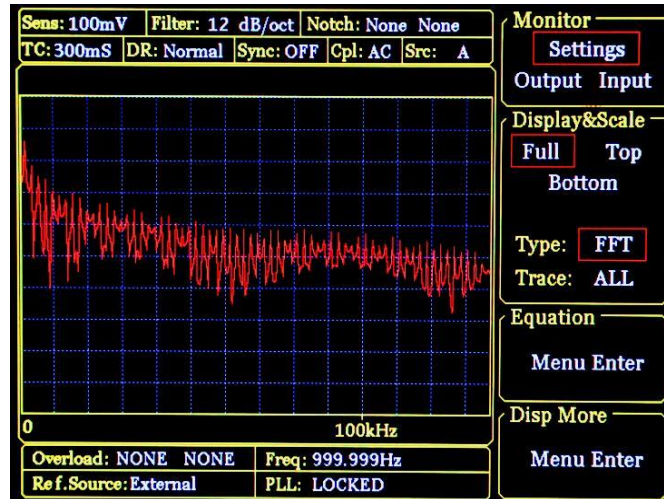

图28. <Full>-<FFT>显示
3)<FFT> : 频谱图, 通过 FFT (快速傅里叶变换) 计算输入信号的频谱信息并显示。如图 28 所示。